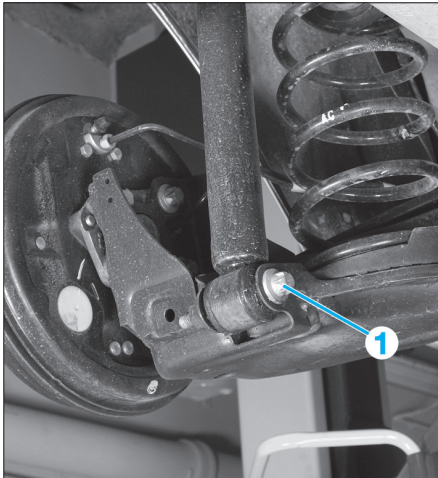

Fig. 23
- Déposer la fixation inférieure (1) de l'amortisseur (Fig.23).
- Déposer les fixations inférieures (1) des amortisseurs (Fig.23).
- les fixations inférieures des amortisseurs (Fig.23),